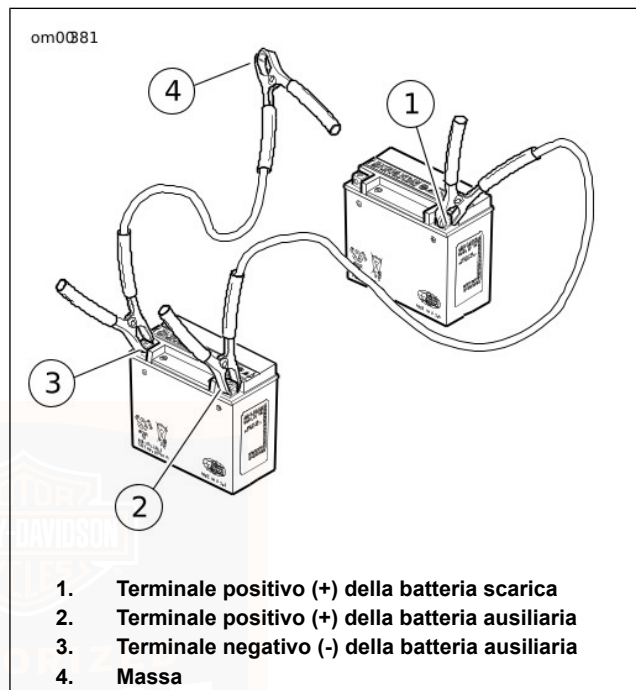

Figura 55. Collegamenti per l'avviamento con cavi ponte FUSIBILI
1. Vedere Figura 55. Collegare un'estremità del cavo ponte al terminale positivo (+) (1) della batteria SCARICA.
2. Collegare l'altra estremità dello stesso cavo al terminale positivo (+) (2) della batteria AUSILIARIA.